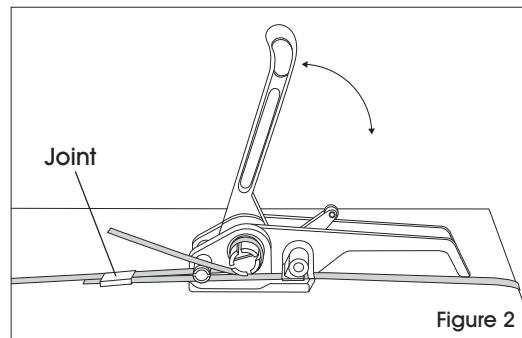

Figure 2
1. Avancez le levier de tension vers l'avant et ramenez vers l'arrière pour commencer à serrer. (Voir Figure 2)
1. Le joint doit être placé avec le côté ouvert vers le bas sur les deux extrémités du feuillard. (Voir Figure 2)